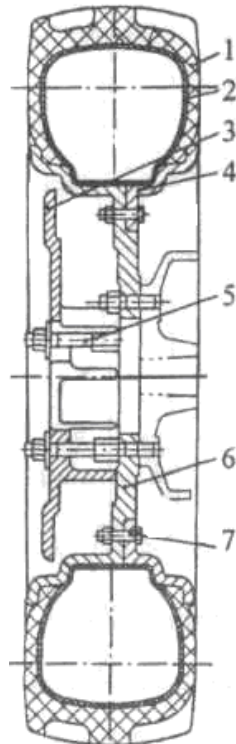

Рис. 3-22. Комбинированный чугунный тип обода.
Заднее колесо трактора серии TAISHAN состоит из шины, обода, ступицы и балласта (рис. 3-22). Шины имеют елочный профиль. Модель 7.50 – 16/7.50 – 20/8.30 – 24/9.50 – 20/9.50 – 24. Давление воздуха 80-120 КПа при работе в полевых условиях и 150 КПа при движении по дороге.
Перед затягиванием болтов, гаек на ведущем колесе и съемном балласте, сначала спустите воздух. Чтобы улучшить тяговые характеристики балласт должен быть установлен на двух колесах для улучшения сцепления (рис. 3-22).
Масляная камера (H) и (K) может соединить масляные каналы и баланс гидравлического давления в радиальном направлении. Осевое отверстие (J) (рис. 3-22) в контрольном клапане используется для предотвращения вытекания масла под действием осевой силы.